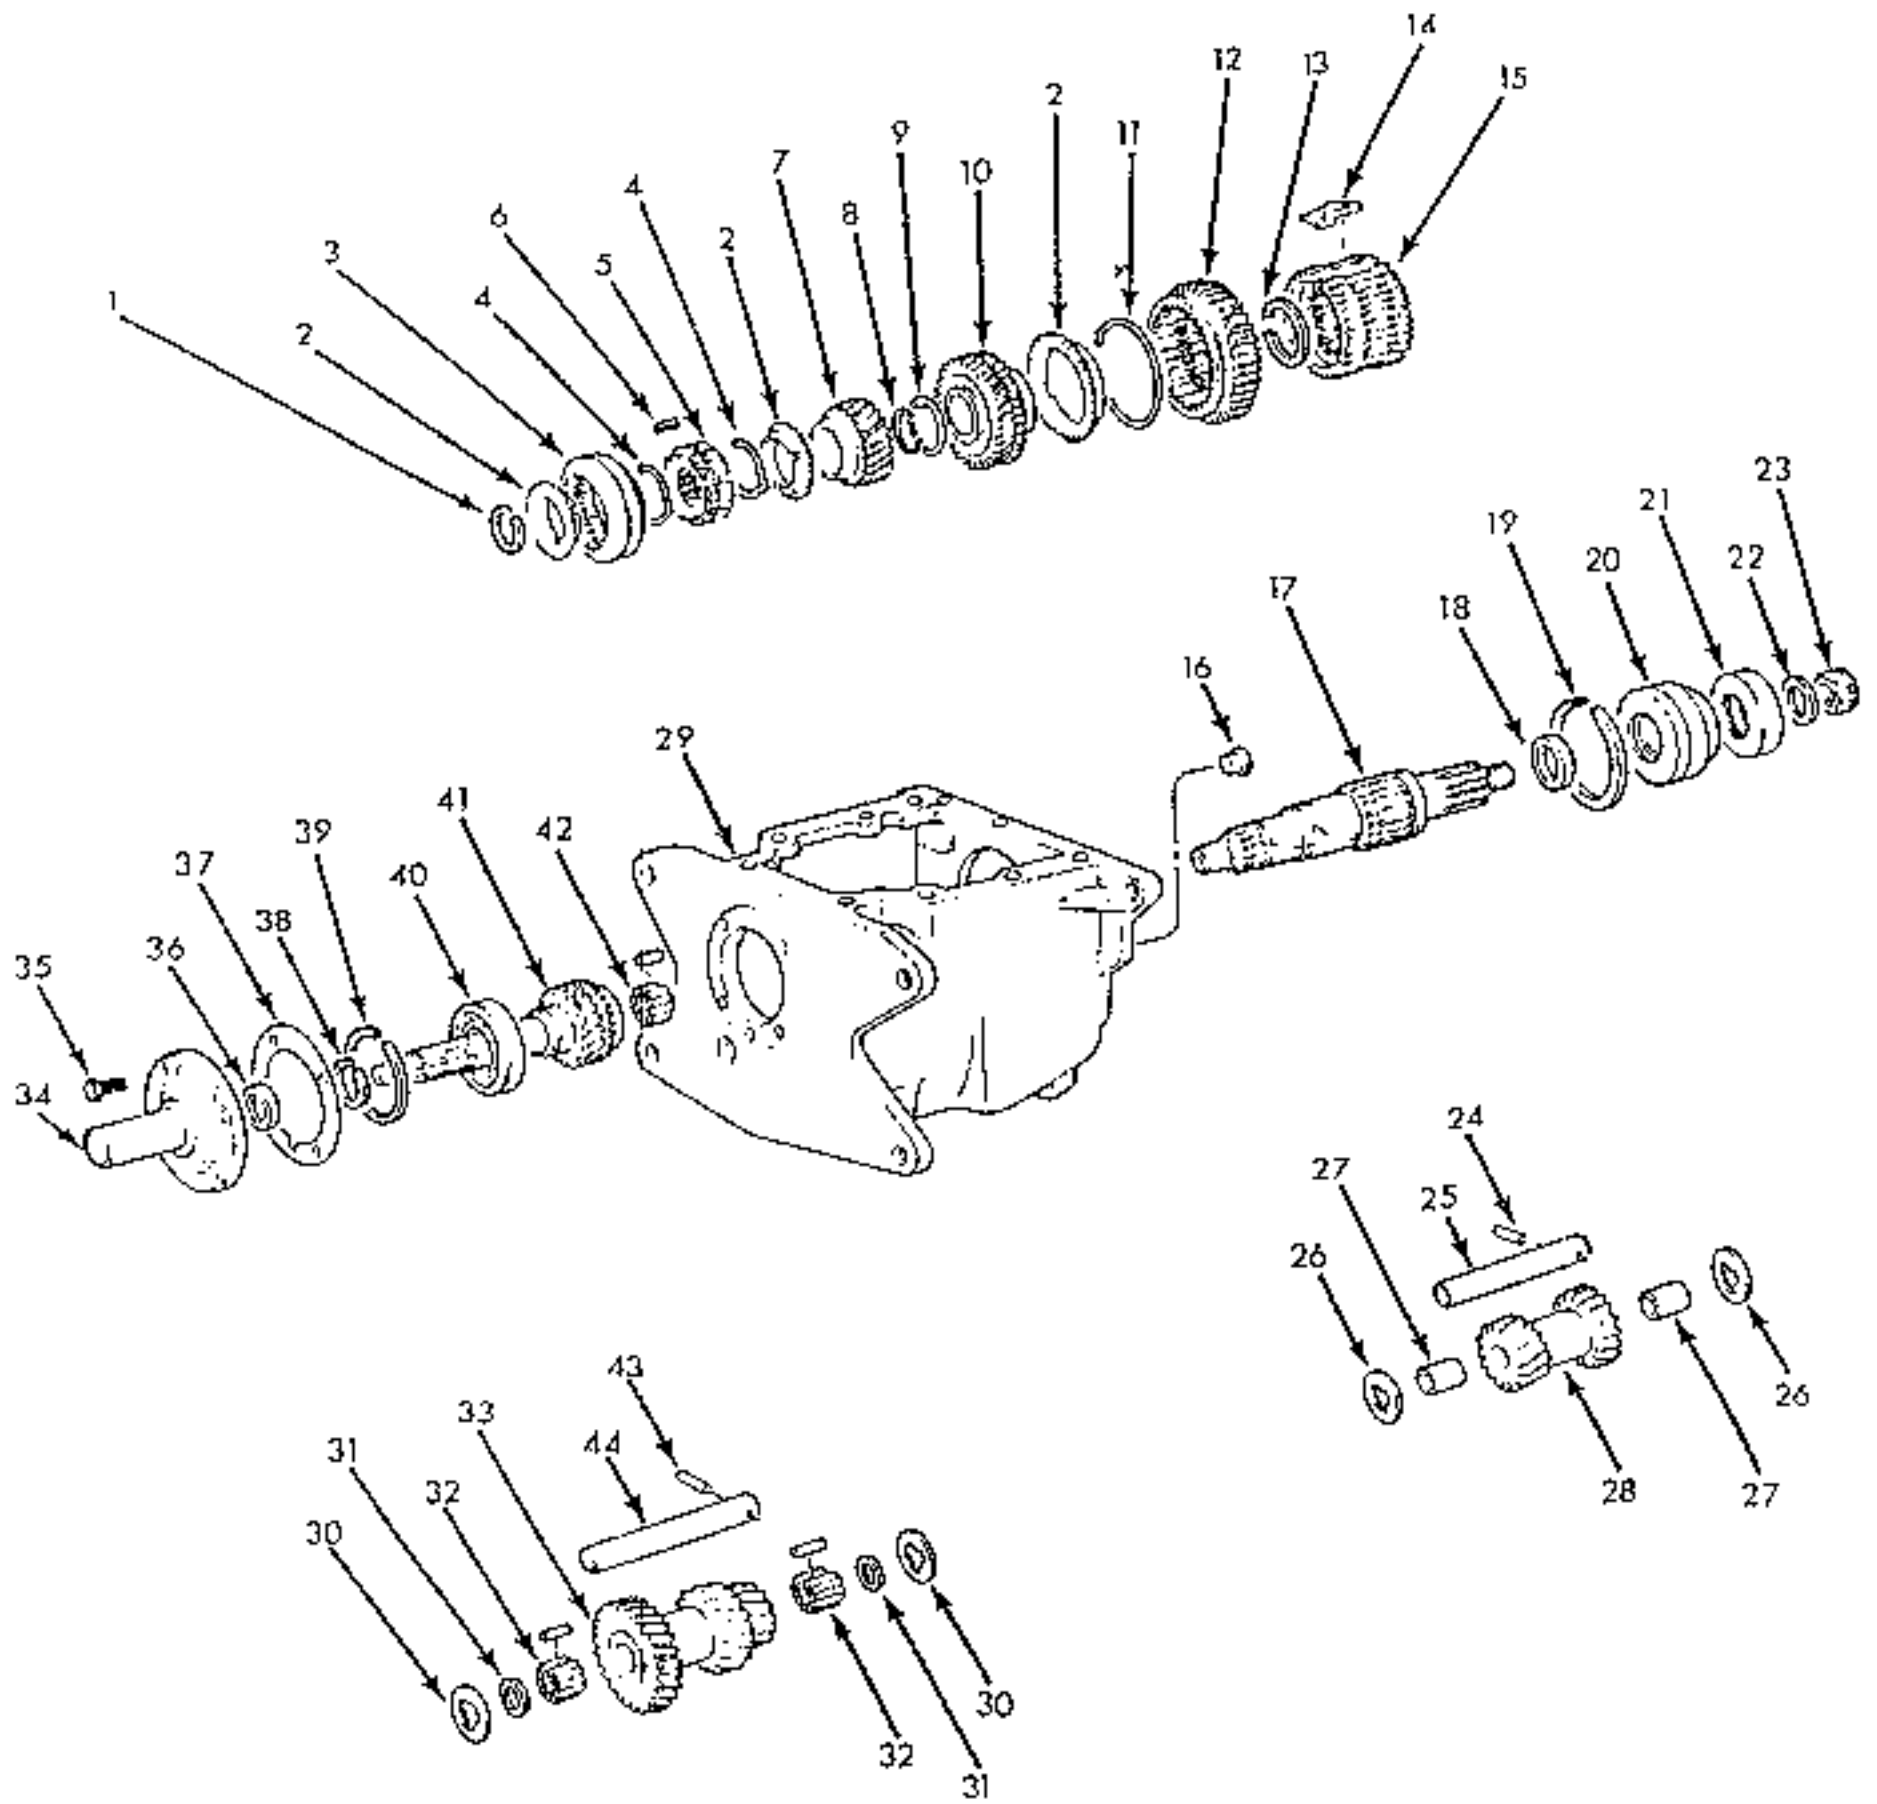
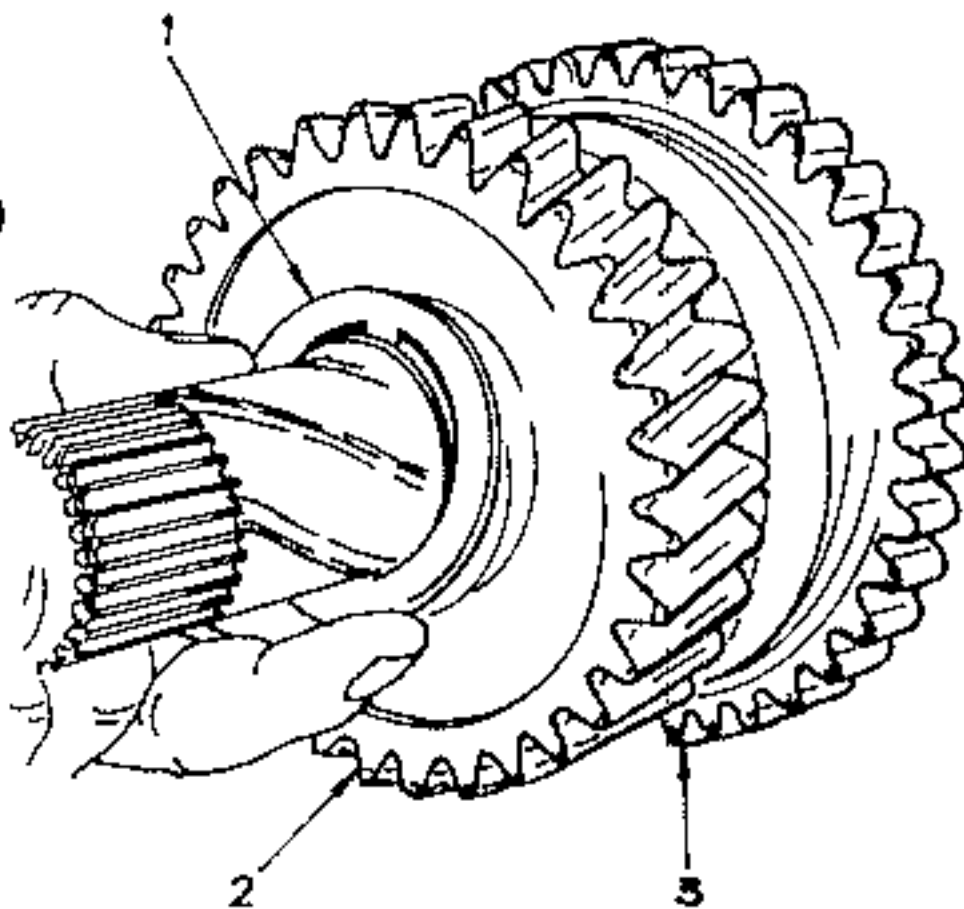

Bild 67 Montagebild des Dreiganggetriebes.
Bild 71
Das Getriebe ist in Bild 67 als Montagedarstellung gezeigt und alle Arbeiten sind unter Bezug auf dieses Bild durchzuführen.
- Unter Bezug auf Bild 67:
- Sprengring (1) abnehmen.
- Synchronkörper und das Gangrad des zweiten Ganges (7) von der Welle herunterziehen.
- Sicherungsring (8) und die Anlaufscheibe (9) entfernen.
- Gangrad des ersten Ganges (10) und den Syn- chronisiering (2) abnehmen.
- Kleinen Sprengring (38) von der Welle entfernen.
- Bohrung für die Rücklaufwelle («25» in Bild 67) mit Getriebeöl einschmieren.
- Anlaufscheiben («26» in Bild 67) mit Fett einschmieren und an den Seiten des Getriebegehäuses ankleben. Die Ohren der Scheiben in die Führungsschlitze des Gehäuses einsetzen.
- Hauptwelle unter Bezug auf Bild 67 zusammenbauen, aber auf die folgenden Punkte achten:
- Die Synchronfeder in die Nabe einsetzen und die Schiebemuffe mit dem Zahnrad (12) auf die Nabe (15) um die Hälfte aufschieben. Die drei T-förmigen Schaltsteine in die Nabe einsetzen, mit den kleineren Enden in die Nabenaussparungen und den grösseren Enden in der Innenseite der Nabe. Schaltsteine vollkommen in die Nabe schieben, so dass sie auf der Feder sitzen, und danach die Schiebemuffe über die Schaltsteine schieben, bis die Steine in die Schiebemuffe eingreifen.
- Synchronring für den ersten Gang auf das Zahnrad auflegen und das Gangrad des ersten Ganges (10) aufstecken. Zahnrad drehen, bis der Synchronring mit den Schaltsteinen eingreift, und danach die Anlaufscheibe (9) aufstecken, wie es in Bild 71 gezeigt ist. Sicherungsring (8) anbringen.
- Gangrad für zweiten Gang (7) wie im Bild
gezeigt aufstecken und den Synchronkörper entsprechend Bild 67 zusammenbauen. Die Enden der beiden Federn (4) müssen in der gleichen Aussparung eingesetzt sein. Darauf achten, dass Schiebemuffe und Nabe mit den Markierungen gegenüberliegend zusammengebaut werden.